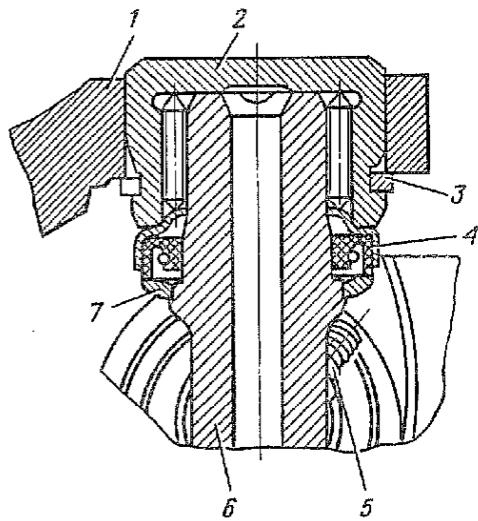

Рис. 62. Карданный шарнир в сборе:
1.9. Снять стопорные кольца 3 (рис. 62) подшипников карданного шарнира (отвертка 150×0,5, плоскогубцы 150).
2.1. Ввернуть масленку 5 (рис. 62) (ключ 8).